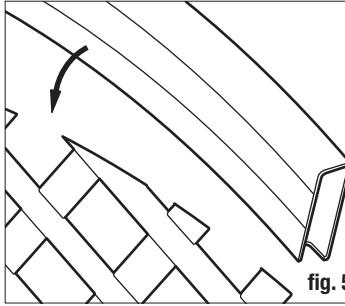

fig. 5
- Glissez la traverse supérieure à encoches par-dessus le haut du treillis (fig. 5).
- En commençant par un coin, mélangez le béton dans le premier trou en suivant les instructions qui se trouvent sur le sac. Mélangez à fond et installez le poteau dans le trou et appuyez sur le poteau pour l'enfoncer à la profondeur qui conviennent. Mesurez pour vous assurer de pouvoir installer le panneau terminé au poteau avec un espace d'environ 5 cm (2 po) entre le sol et le bas du panneau. Vous aurez également peut-être besoin de laisser un peu d'espace entre le point le plus élevé du panneau et la partie supérieure du poteau (fig. 5). L'espace permet d'installer le plafond sur la partie supérieure du poteau sans qu'il y ait d'interférence avec la traverse supérieure.